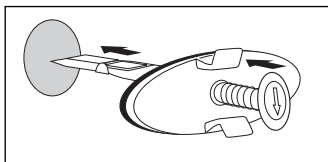

Fig. 1
- În cazul preaplinului rotund, apăsați și țineți apăsat știftul de tensionare, astfel încât maneta de închidere să poată fi mișcată și să stea pe aceeași lungime ca și știftul de tensionare (fig. 1).